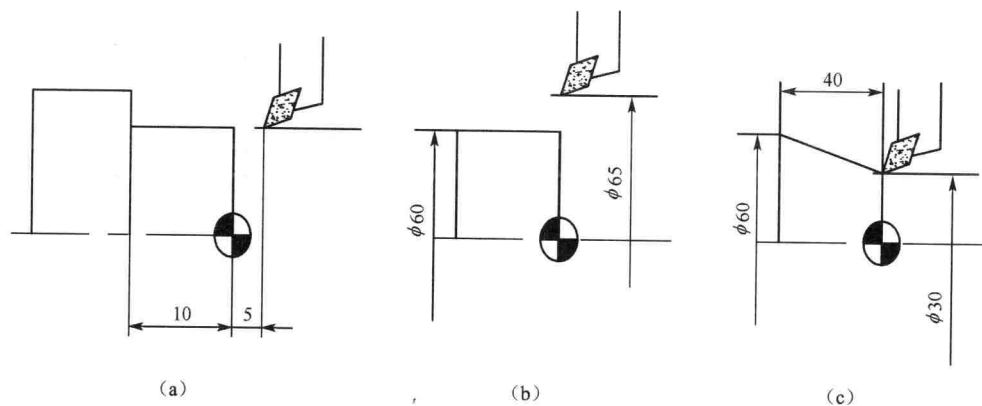

图 1-2 G01 指令
2) 使用 G01 指令可以实现纵向切削、横向切削、锥度切削等形式的直线插补运动, 编程练习见图 1-2。